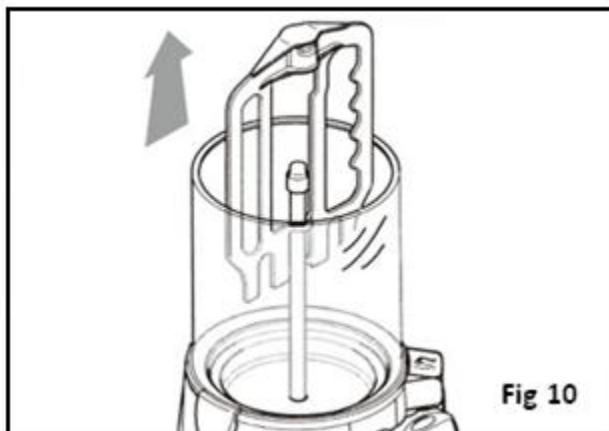

Fig 10
- Schuif de mengstaaf omhoog en haal deze uit het reservoir, houd hierbij de staaf in lijn met draaien tot de onderste uitsparing van de mengstaaf op gelijke hoogte staat van de pin (fig. 10).